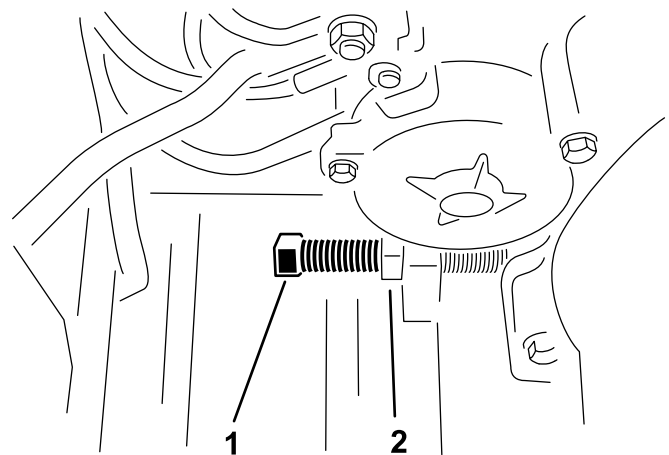

Bild 22
3. Lockern Sie die Klemmmutter und drehen Sie die Einstellschraube für den Riemen, bis Sie die gewünschte Riemen Spannung erzielen (Bild 22).
5. Stellen Sie Motor so ein, dass er mit dem Rahmen parallel ist. Ziehen Sie die Motorbefestigungsschrauben weiter an (Bild 22).